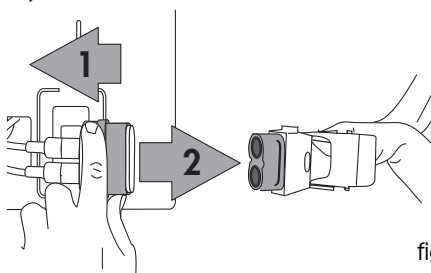

fig. 10
- 8) Verwijder de mannetjes-snelkoppeling uit de vrouwtjes-snelkoppeling door de draatring terug te trekken en te trekken (Fig. 10).